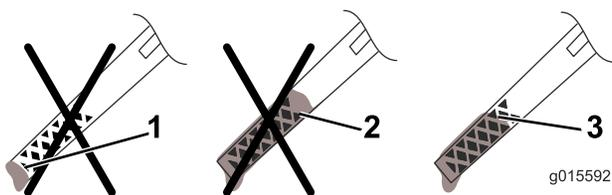

Figura 12
5. Rimuovete l'asta e controllate il livello dell'olio sull'asta (Figura 12).